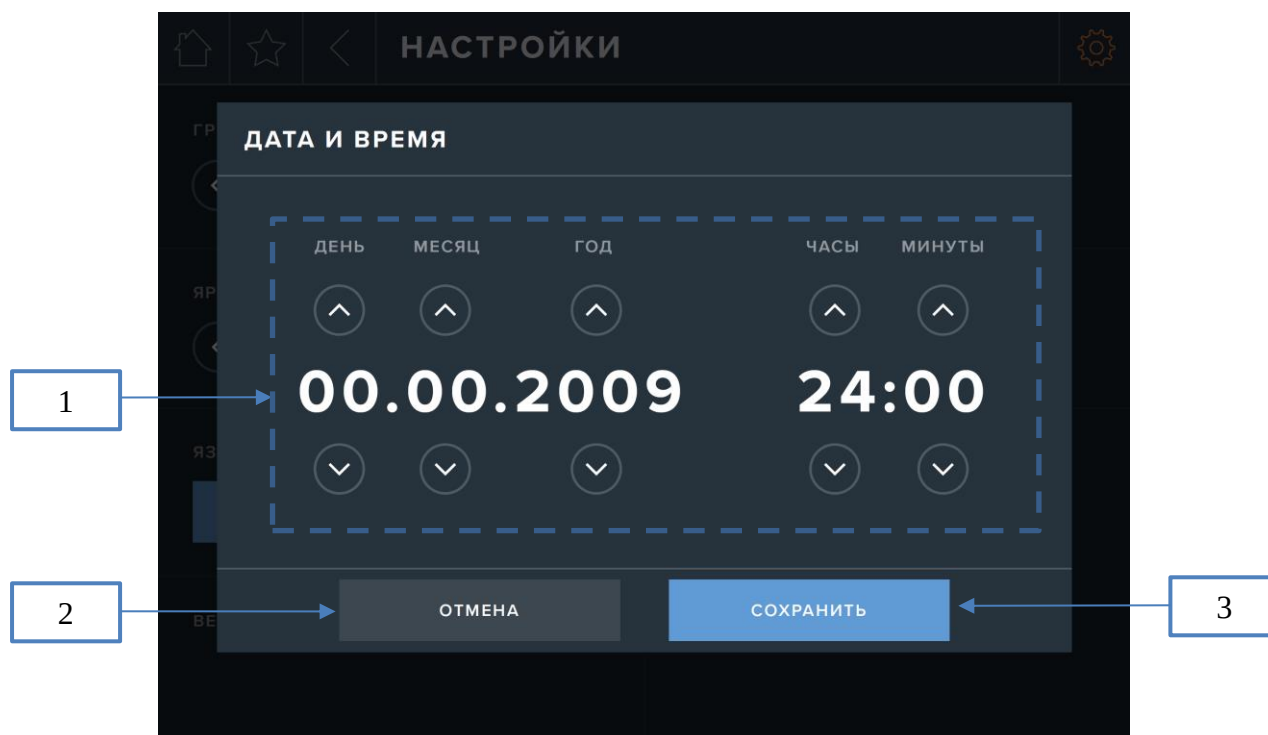

Рис. 29. Экран изменения даты и времени
В появившемся окне (рис. 29) измените значения даты и времени шаговыми стрелками (1). Для сохранения новых данных необходимо нажать кнопку (3). Для отмены изменения даты и времени нажмите кнопку (2).